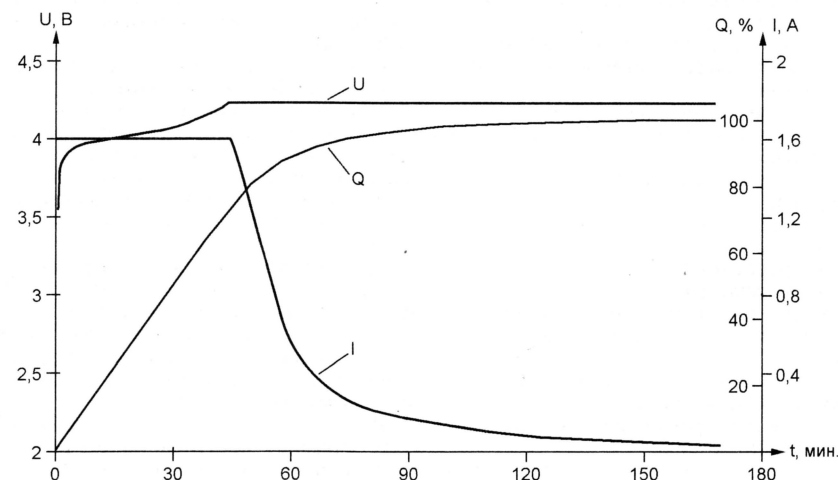

Рис. 1
На рис. 1 показаны характерные для аккумулятора UR18650P зависимости напряжения на нем (U), зарядного тока (I) и относительного накопленного заряда (Q) от продолжительности зарядки в стандартном режиме (1,6 А, 4,2 В, 3 ч). Видно, что в процессе зарядки от источника тока напряжение на аккумуляторе достигает предельного менее чем за 60 мин. При этом аккумулятор набирает